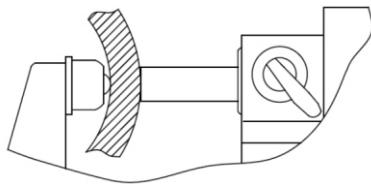

рис.4
6. Установите сферическую насадку на наконечник, с помощью микрометра можно измерить толщину трубки (рис.4).